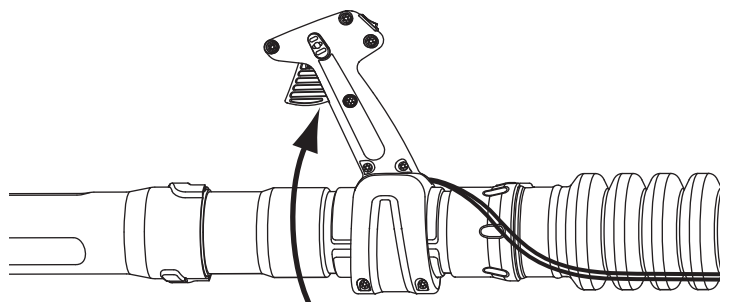

Fig. 9
- Alinee el mango de control del regulador con la ranura más cercana a la posición cómoda y gire el mango de control del regulador en el sentido de las agujas del reloj hacia la posición vertical (Fig. 9).